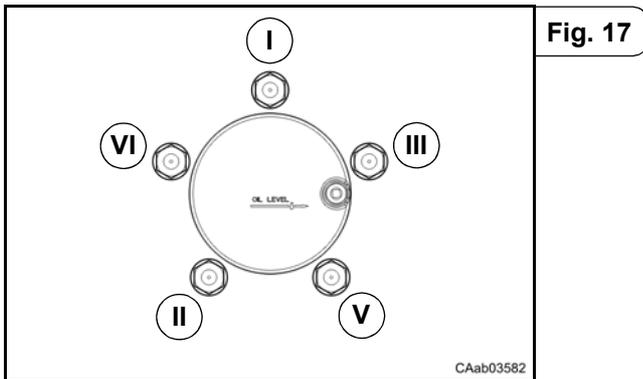

Fig. 17
- Serrare con percorso incrociato (Fig. 17, 18 e 19) i dadi ruota al **50%** della coppia di serraggio prevista con avvitatore o a mano con chiave a bussola.
- Tighten to cross path (Fig. 17, 18 and 19) the wheel nuts to **50%** of the requested torque with a screwdriver or by hand with a socket wrench.
- Con una chiave dinamometrica serrare i dadi ruota alla coppia di serraggio prevista (vedi manuale del veicolo) con percorso incrociato (Fig. 17, 18 e 19).
- Using a torque wrench tighten the wheel nuts (see vehicle service manual) to the requested torque with cross path (Fig. 17, 18 and 19).